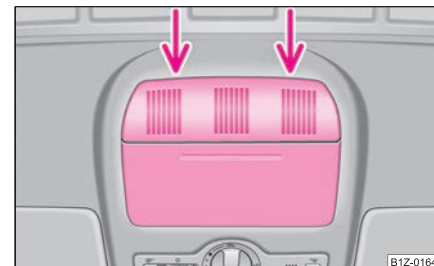

Fig. 37 Detalle del revestimiento interior del techo: Punto de inicio del destornillador
- Aplicar con cuidado un destornillador con la hoja plana en el lado posterior de la cubierta para el motor eléctrico ⇒ fig. 37.